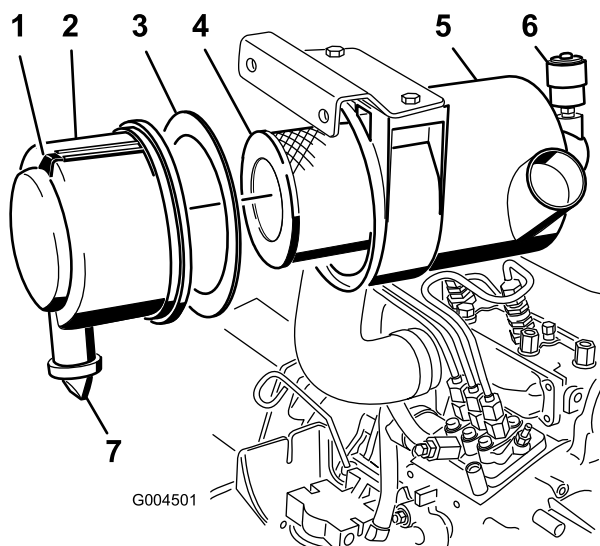

Bild 42
- Warten Sie den Luftfilter, wenn die Luftfilteranzeige rot anzeigt (Bild 42) oder nach jeweils 400 Betriebsstufen (häufiger in sehr staubigen oder schmutzigen Bedingungen). Warten Sie den Luftfilter nicht zu häufig.
1. Ziehen Sie den Riegel nach außen und drehen Sie die Luftfilterabdeckung nach links (Bild 42).
2. Entfernen Sie die Abdeckung vom Luftfiltergehäuse (Bild 42).
4. Entfernen und wechseln Sie den Hauptfilter aus (Bild 42).
6. Stellen Sie sicher, dass die Schaumdichtung in der Abdeckung liegt und nicht gerissen oder beschädigt ist (Bild 42). Ersetzen Sie die Dichtung, wenn sie beschädigt ist.
- A. Nehmen Sie das Gummiauslassventil von der Abdeckung ab (Bild 42).
10. Stellen Sie die Anzeige (Bild 42) zurück, wenn sie auf Rot steht.